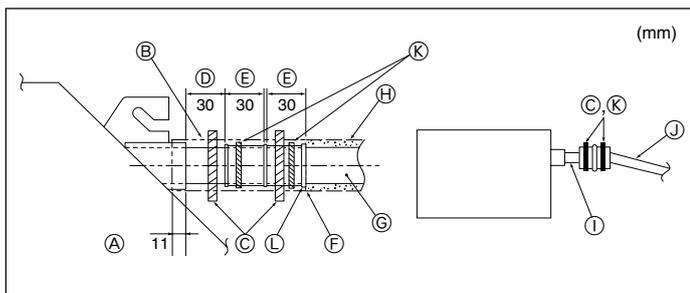

Fig. 6-2
1. Raccorder la prise d'écoulement (fourni avec l'appareil) au port de drainage. (Fig. 6-2)